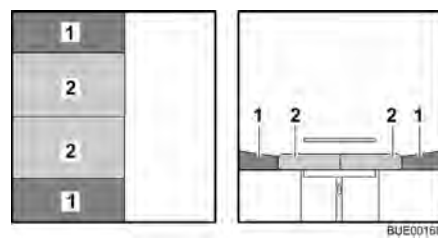

Fig. 82 Después de la transformación
- Tirar de los cojines del asiento (Fig. 82,2) hacia el centro.
- Colocar los cojines del respaldo (Fig. 82,1) entre los cojines del asiento y la pared.